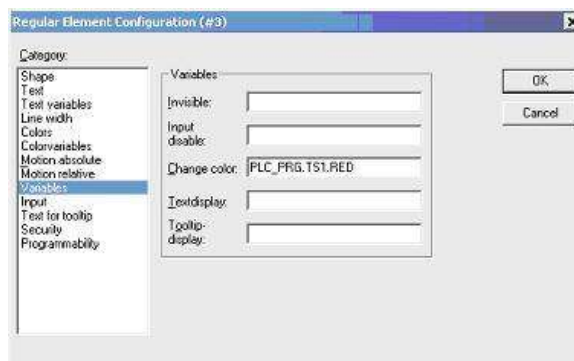

Рис. 14. Настройка свойств сигнала светофора
2. В меню выбираем пункт *Variables* и вписываем в поле *Change color* имя переменной (рис. 14). Можно просто нажать F2 и выбрать переменную с помощью Ассистента ввода.